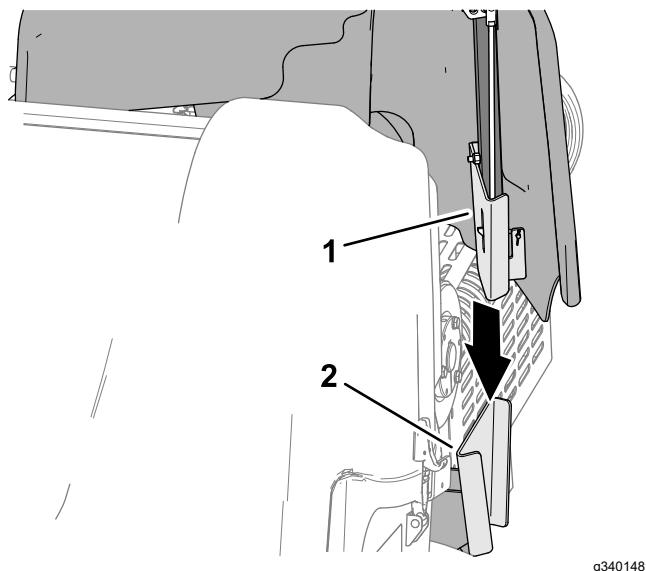

Figura 133
1. Alinee el soporte de montaje de la cubierta de la correa con el soporte de sujeción de la cubierta del bastidor de la máquina (Figura 133).